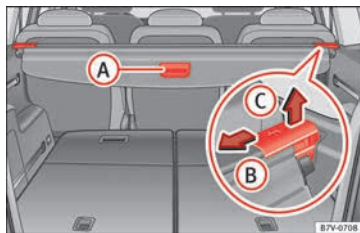

Abb. 165 Im Gepäckraum: Gepäckraumabdeckung.
- Gepäckraumabdeckung am Griff » **Abb. 165 A** etwas nach hinten ziehen.
- Gepäckraumabdeckung in Pfeilrichtung entriegeln » **Abb. 165 B**.
- Gepäckraumabdeckung in Pfeilrichtung drücken » **Abb. 165 B**.
- Gepäckraumabdeckung in Pfeilrichtung entriegeln » **Abb. 165 B** und in Pfeilrichtung **C** anheben.